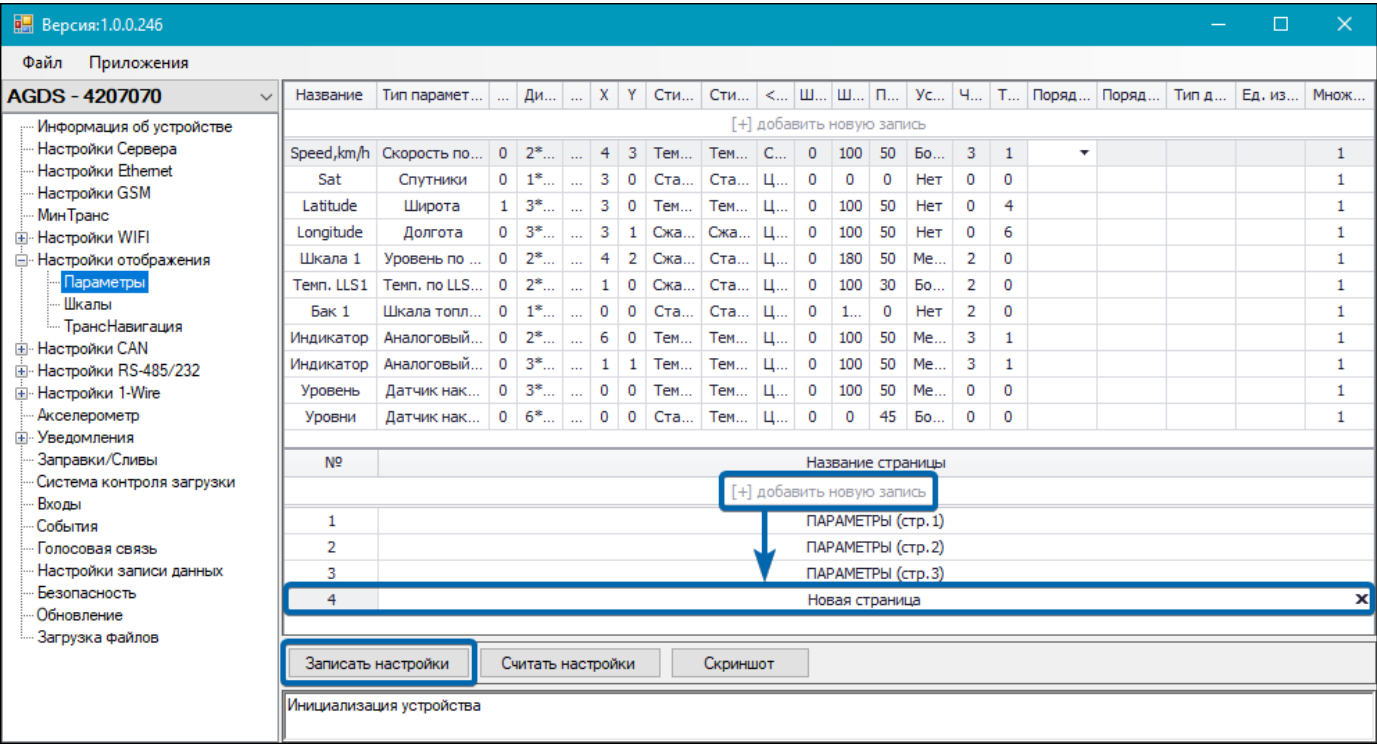

Рис.54. Добавление страницы на приборную панель
2. В списке программы-конфигуратора для АвтоГРАФ-ИНФО S выберите пункты *Настройки отображения | Параметры* (Рис.54). Рабочая область пункта «Параметры» содержит две таблицы: в верхней таблице добавляются и настраиваются индикаторы приборной панели, в нижней — страницы.
Все отображаемые на приборной панели индикаторы содержатся в верхней таблице рабочей области пункта «Параметры» (Рис.54). Каждая строка таблицы представляет собой отдельный индикатор с выбранным параметром.